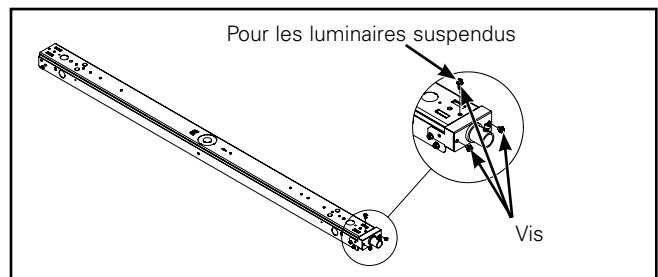

Figure 6.
6. Fixez la moitié supérieure de la boîte de jonction à l'aide de vis fournies. (Figure 6.)